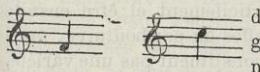

Fig. 458.
La musique de la grenouille rousse. Des grenouilles se trompent et sortent plus tôt. La rousse ne possède pas de mélodies de longue durée, comme c'est le cas de sa sœur verte, mais ne fait que répéter avec une sourde voix de basse une seule note (fig. 458).
le *wok* caractéristique. Il y a plus, elle voit là un rapport entre l'apparition des bruits étranges de *wok* et de *ounk* et les pleurs des âmes des noyés. C'est surtout dans les villages isolés de la Russie que cette croyance est répandue. On pourrait en citer de nombreux exemples. C'est ainsi que l'éminent romancier russe, Ivan Tourgueniev, en fait mention dans son admirable ouvrage *Biéjuine Lougue* (1). Les sons de ces grenouilles varient entre *fa* et *do* (fig. 458).